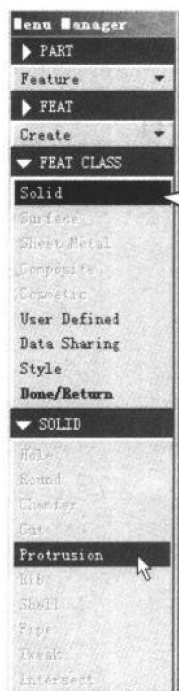

图 1-9 单击【Protrusion】项
7. 再在【SOLID】菜单中，单击【Protrusion】项，如图 1-9 所示。